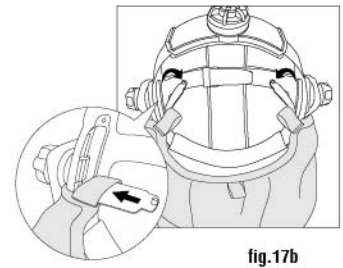

fig.17b
- Trin 2: Løsn spændet inde i hovedindstillingen, og for det hæklede bånd igennem spændet (se fig. 17b).